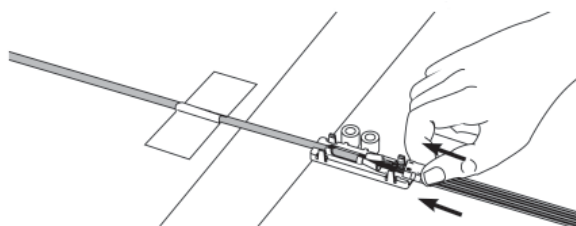

Figura 26
9.7 Retire a fita adesiva que prende o conjunto de tubos de 900 μm à borda da mesa. Deslize cuidadosamente o conjunto enquanto puxa as fibras desnudadas para que saiam das extremidades dos tubos de 900 μm até que o conjunto fique em cima do corpo do fan-out (Figura 26).